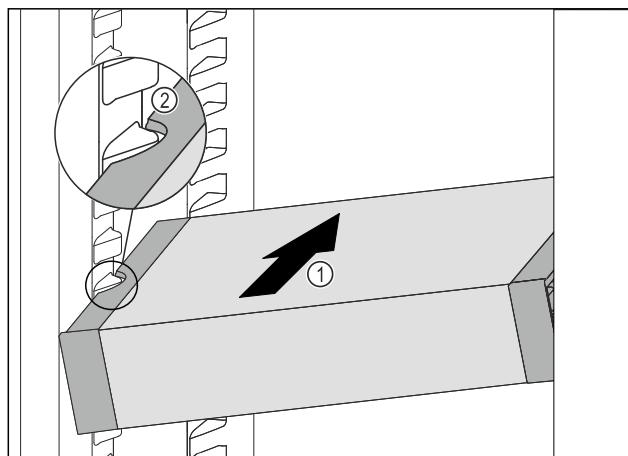

Fig. 107
- ▶ Predal VarioSafe potiskajte poševno v hladilnik Fig. 107 (1), dokler strnska izreza Fig. 107 (2) predala VarioSafe nista na višini nastavka za posodo v hladilniku.